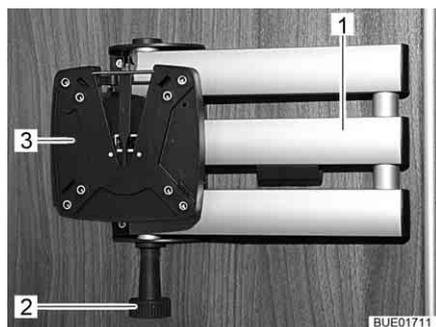

Bild 75 Halterung mit Gelenkarm
- Entriegelungsknopf (Bild 75,2) ziehen. Der Gelenkarm (Bild 75,1) ist entriegelt.
- Flachbildschirm in die Ausgangslage zurückschwenken, bis die Halterung (Bild 75,3) hörbar in die Verriegelung einrastet.